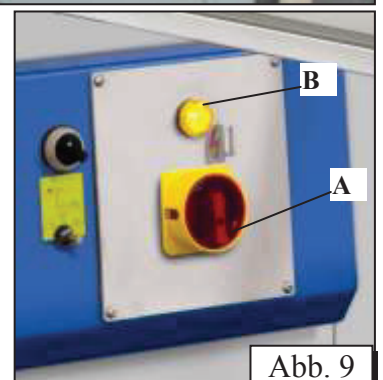

Abb. 9
### D.2. STEUEREINHEIT (Abb. 9)
Die Maschine startet mit dem Hauptschalter **A** (Abb. 9) und einmal Treten auf das Pedal **B** (Abb. 7).
##### **Normaler Stopp /Abb. 9/**
##### **Not-Stopp /Abb. 9/**
- ➡ Den Umschalter **D** (Abb. 9) auf dem Steuerpult in Stellung „0“ bringen.
- ➡ Den Umschalter **D** (Abb. 9) auf dem vorderen Steuerpult in Stellung „1“ bringen.